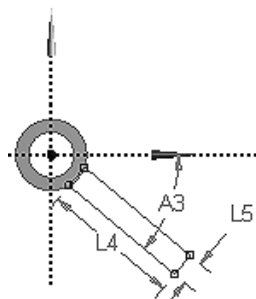

图 3.10.6 草图 2
(1) 绘制图 3.10.6 所示的草图 2。选取 ZXPlane，单击“New Sketch”按钮 ，绘制图 3.10.6 所示的截面草图，其中 $A3=40$ ， $L4=136$ ， $L5=24$ 。